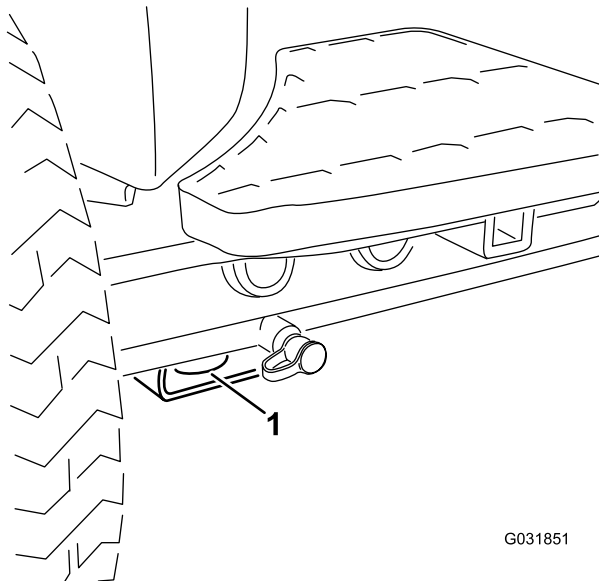
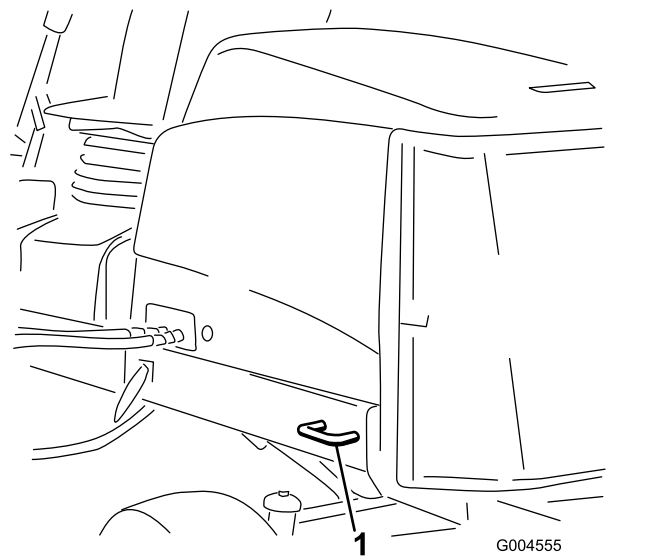

Figura 69
Figura 70
- Amarre la máquina firmemente. Tanto las correas delanteras como las traseras deben orientarse hacia abajo y hacia fuera respecto a la máquina; consulte Figura 69 y Figura 70.
- Delantero – el orificio del bloque rectangular, debajo del tubo del eje, al interior de cada rueda delantera (Figura 69)
- Detrás – en cada lado de la máquina, en el bastidor trasero (Figura 70)